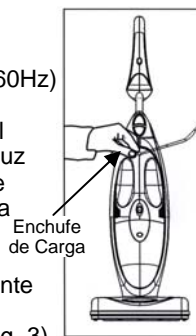

Fig. 3
2. Conecte el cargador al enchufe de carga. La luz indicadora de carga se encenderá en rojo para indicarle que la aspiradora está conectada correctamente al cargador y que se está cargando. (Ver Fig. 3)